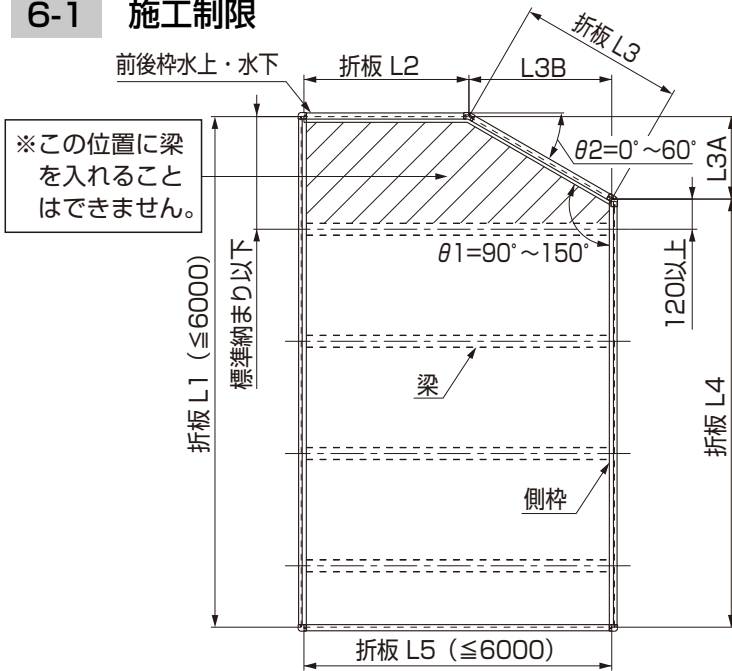
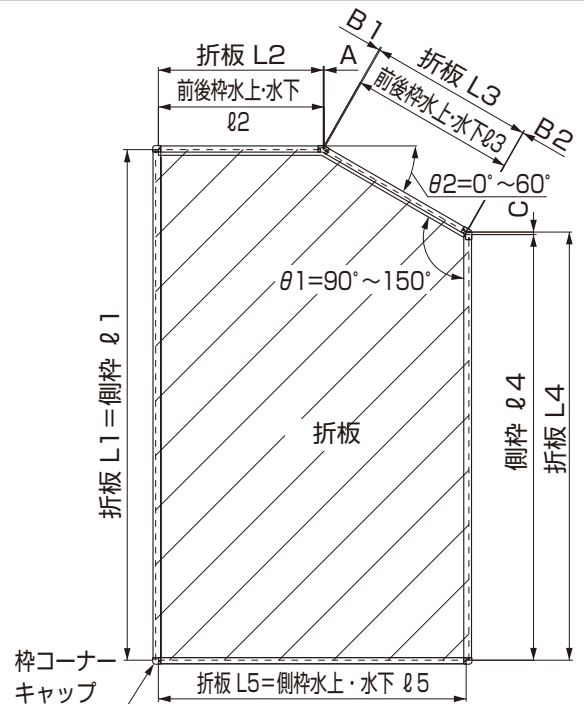

図6-1
図6-2
- 施工可能寸法表の寸法範囲内で施工してください。(図6-1、図6-2、表6-1、表6-2参照)